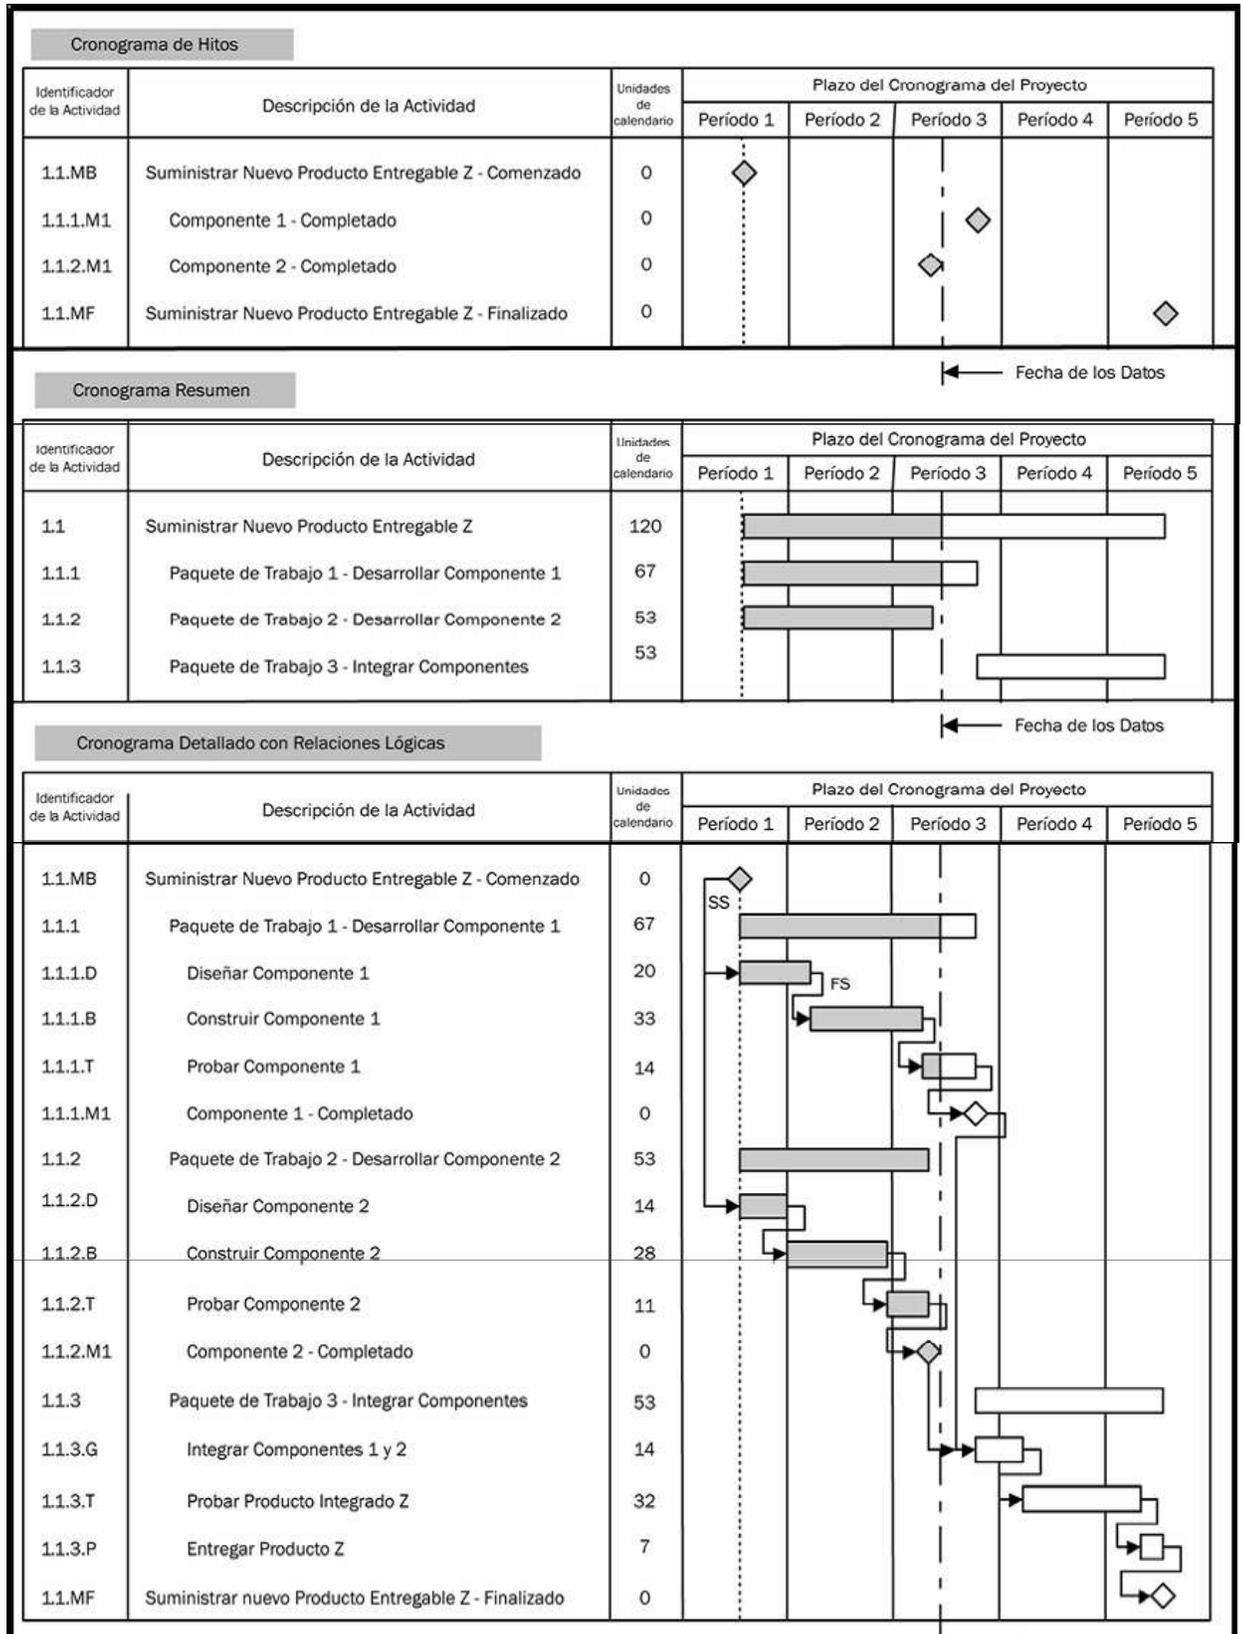

Figura 1.5. Cronograma del Proyecto – Ejemplos gráficos
- **Diagramas de red del cronograma del proyecto** Estos diagramas, con información de la fecha de la actividad, generalmente muestran tanto la lógica de la red del proyecto como las actividades del cronograma del **camino crítico** del proyecto. Estos diagramas pueden presentarse en el formato de diagrama de actividad en el nodo, como se muestra en la Figura 1.3 o en el formato de diagrama de red del cronograma según escala de tiempo, que a veces se denomina diagrama de barras lógico, como se muestra para el cronograma detallado en la Figura 1.5. Este ejemplo también muestra cómo se planifica cada paquete de trabajo como una serie de actividades del cronograma relacionadas.
- **Diagramas de barras. (diagramas de Gantt)** Estos diagramas, en los que unas barras representan las actividades, muestran las fechas de inicio y finalización de las actividades, así como las duraciones esperadas. Los diagramas de barras son relativamente fáciles de leer y se usan frecuentemente en presentaciones de dirección. Para la comunicación de control y de dirección, se usa una **actividad resumen** más amplia y completa, que a veces se denomina "**actividad hammock**", entre hitos o a través de múltiples paquetes de trabajo interdependientes, y se representa en informes de diagramas de barras. Un ejemplo de esto es la parte del cronograma resumen de la Figura 1.5 que se presenta en un formato estructurado EDT.
- **Diagramas de hitos.** Estos diagramas son similares a los diagramas de barras, pero sólo identifican el inicio o la finalización programada de los productos entregables más importantes y las interfaces externas clave. Un ejemplo es la parte del cronograma de hitos de la Figura 1.5.